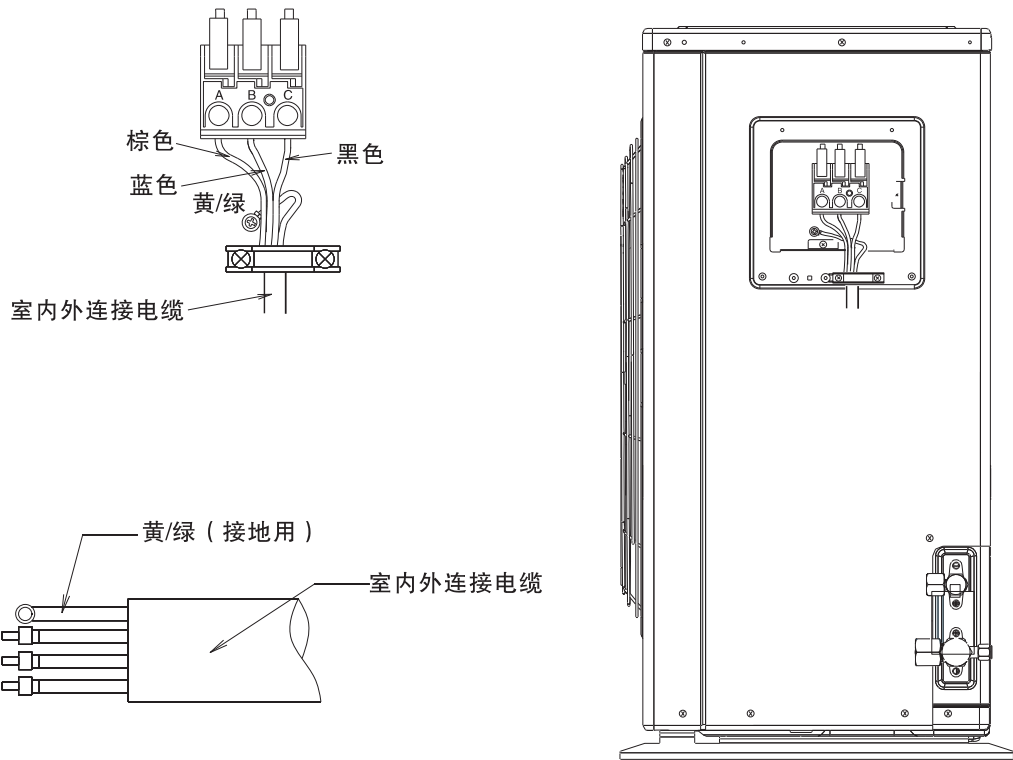

图16
- (1) 把连接电缆按电气接线图所示正确地牢固连接。(图16)(紧固力矩 $8\sim 15\text{kgf}\cdot\text{cm}$)
- (2) 用电线压板将连接电缆压住后用螺钉紧固。
- (3) 必须将黄/绿线接至带有“⊖”标志的端子上。